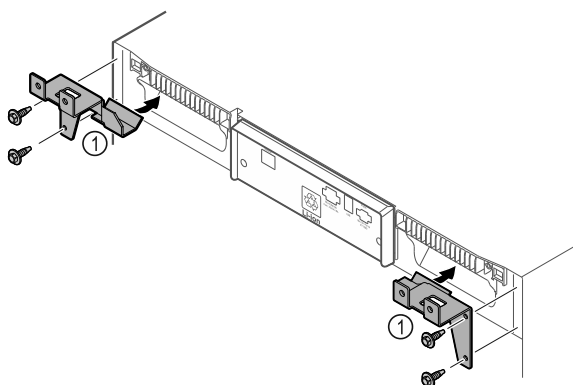

Fig. 50
- Monter les pièces de retenue Fig. 50 (1) sur l'appareil à l'aide de vis autotaraudeuses.